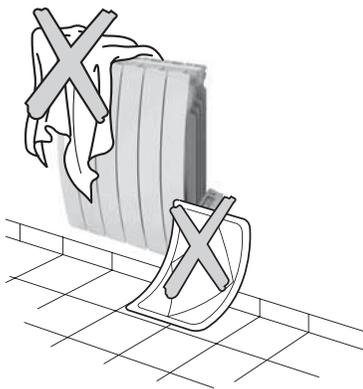

Fig. 5
**IMPORTANT: Ne couvrez en aucun cas le radiateur en marche (fig 5), cela pourrait provoquer une surchauffe dangereuse.